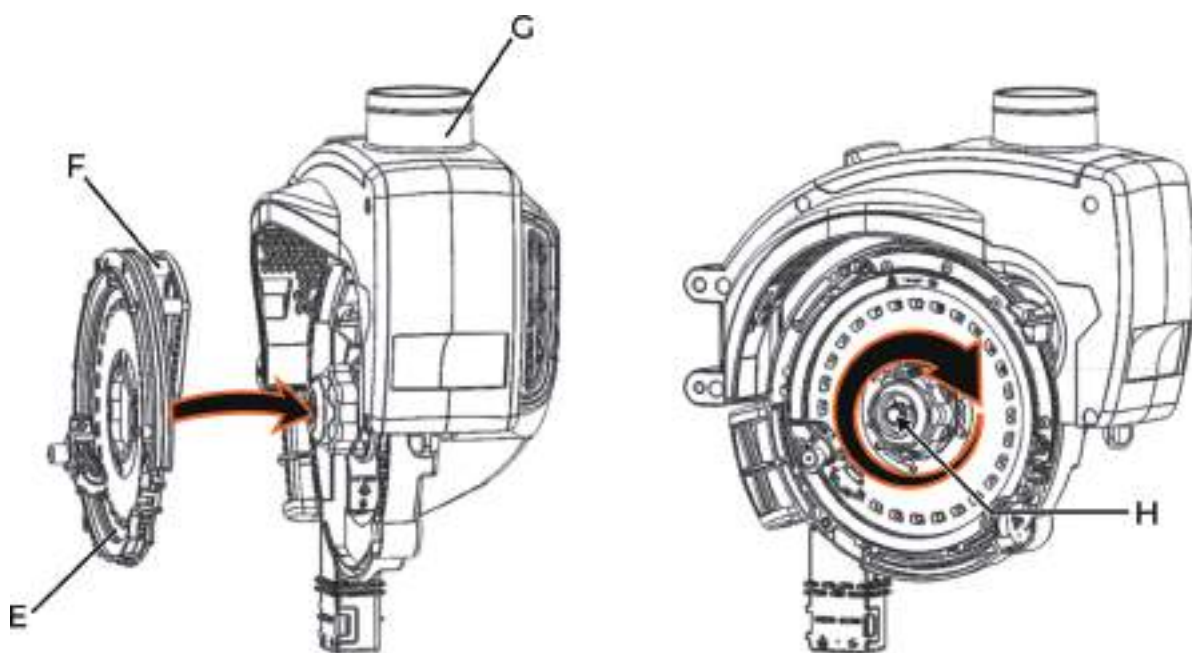

fig. 97
- 3- Monte o novo kit de culturas (E) com o singulador (F) voltado para dentro do dosador (G) (fig. 97).
- 4- Gire a trava (H) (fig. 97) para fixar o novo kit no dosador.